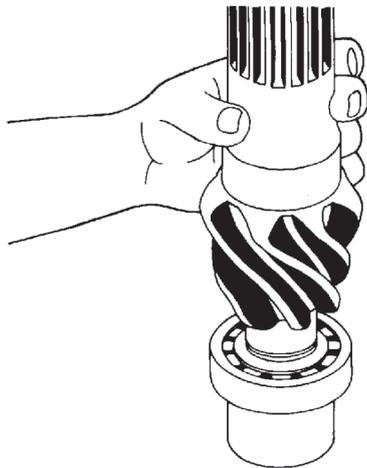

Figura 54
- C. Posicione o pinhão no rolamento piloto (Figura 54);